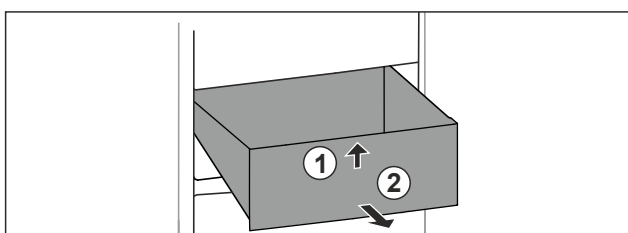

Fig. 76
- ▶ Podignite ladicu sprijeda. Fig. 76 (1)
- ▶ Izvadite ladicu prema naprijed. Fig. 76 (2)